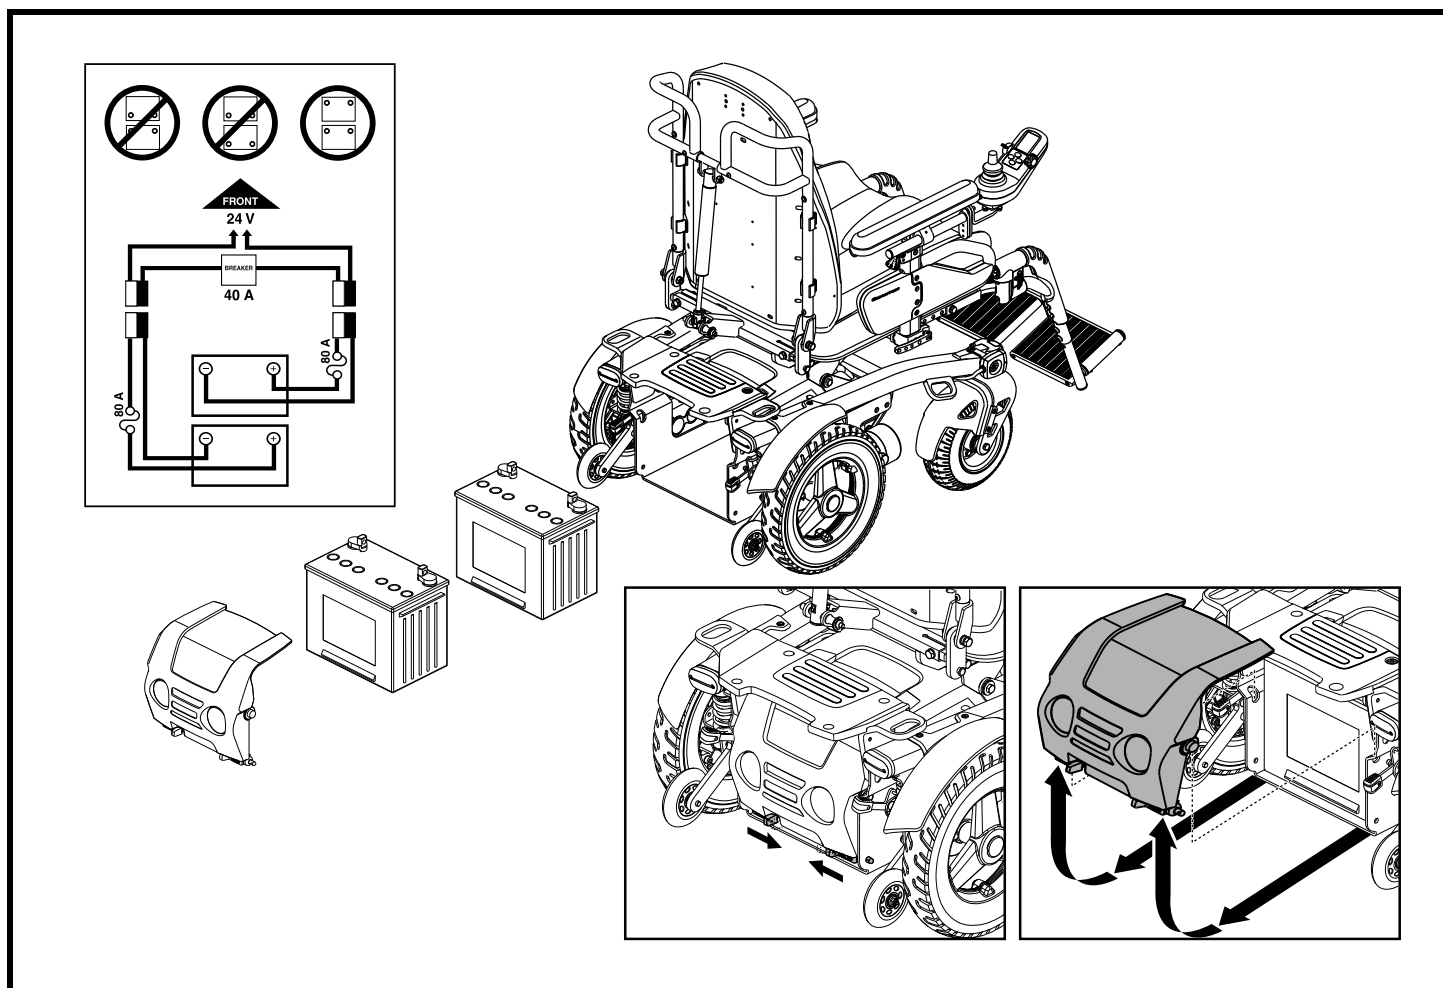

Figura 26. Sostituzione delle batterie
3. Aprire i ganci dello sportello della batteria verso l'interno della Carrozzina. Vedere figura 26.
4. Sollevare con una rotazione verso l'alto per rimuovere lo sportello della batteria. Vedere figura 26.
5. Scollegare il connettore rapido della batteria dalla base di alimentazione. Vedere figura 26.
10. Collegare i punti di scollegamento rapido in base all'etichetta del diagramma di cablaggio della batteria ubicata sul telaio. Vedere figura 26.